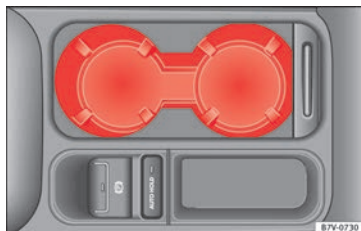

Fig. 189 Console centrale avant : porte-boissons.
- Pour *ouvrir*, déplacer la trappe vers l'arrière » **fig. 189**.